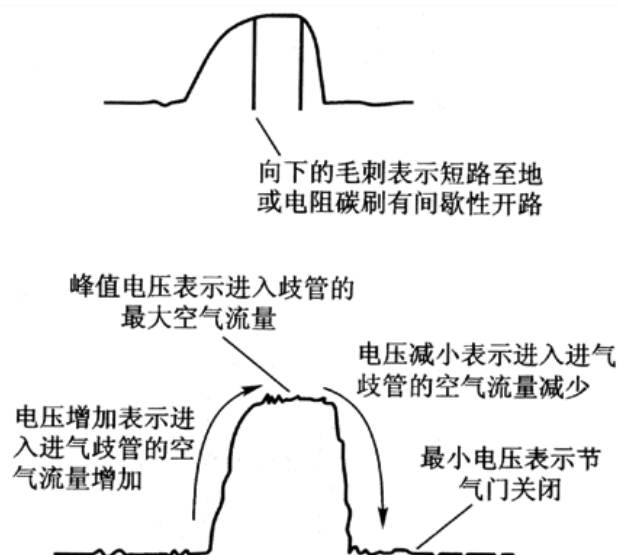

图 2-1-5 波形检测
①按照示波器操作使用说明连接好示波器至翼片式空气流量传感器的电位计端子。
②起动发动机并怠速运转，缓慢地增加发动机转速，同时观测显示结果。
③检测波形如图 2-1-5 示。